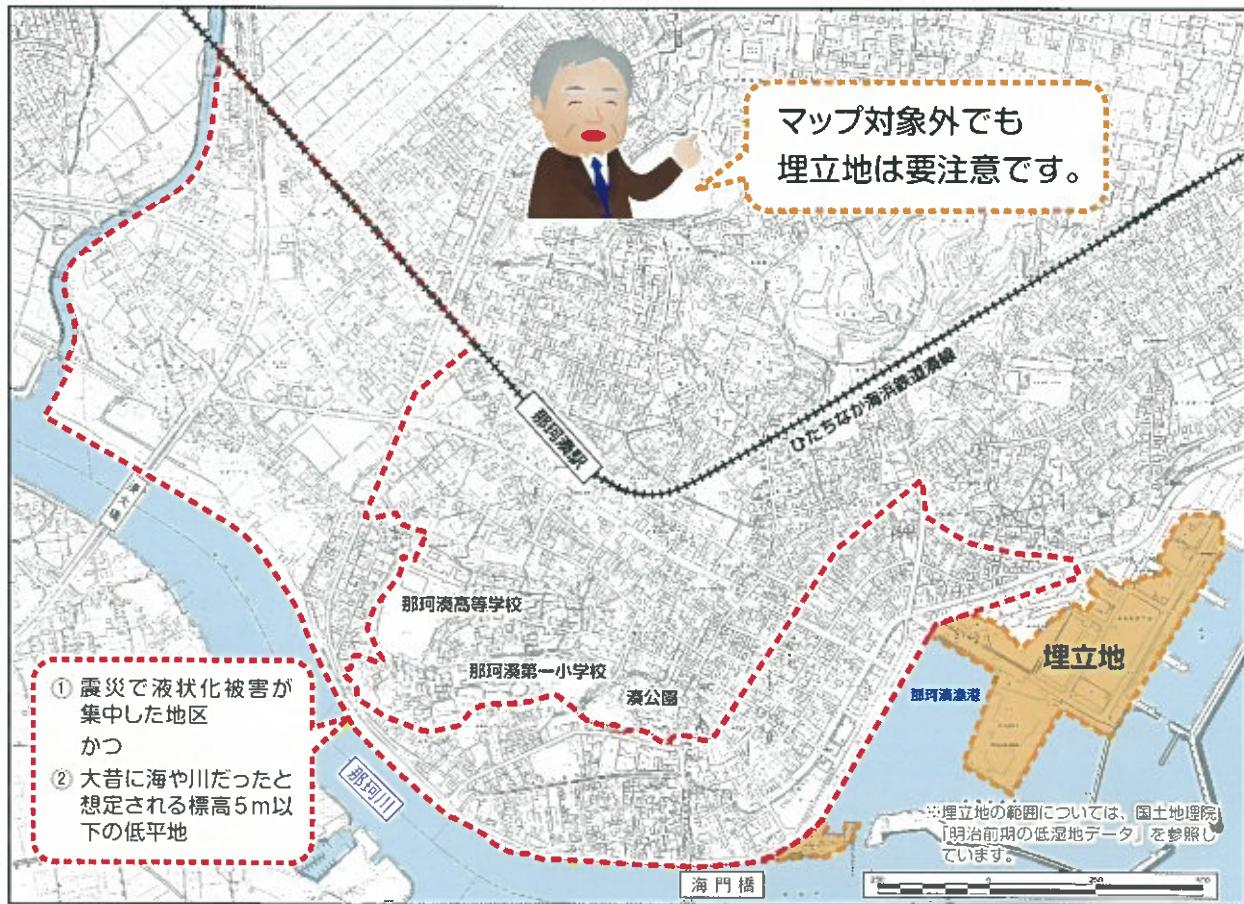

図2-1 液状化しやすさマップ対象範囲
対象範囲は「①東日本大震災で液状化被害が集中した地区とその周辺地区」かつ「約7000年前（縄文海進）まで海域で緩い砂地盤が厚く堆積していると想定される標高5m以下の地区」を前提とし、科学的な根拠を得るために地盤調査の結果などを総合的に判断して範囲を決めました（図2-1）。また、この区域外においては液状化による住宅被害の報告がほとんどみられなかったことも範囲を特定する判断の一つとなりました。しかし、対象範囲外の地区においても、液状化の危険が全くない訳ではありませんのでご注意ください。